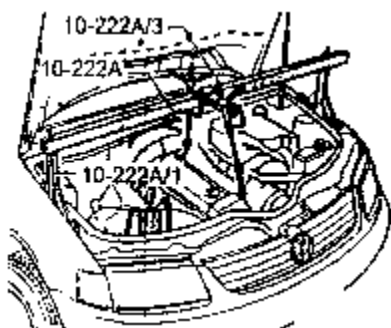

图 7-49 支撑杆的安装
- 3) 拆下发动机盖板。把前轴的适配器 10-222A/3 安装在支撑杆上。安装好带支撑脚 10-222A/1 的支撑杆 10-222A 并且把发动机/变速箱支撑在该位置上。如图 7-49 所示。